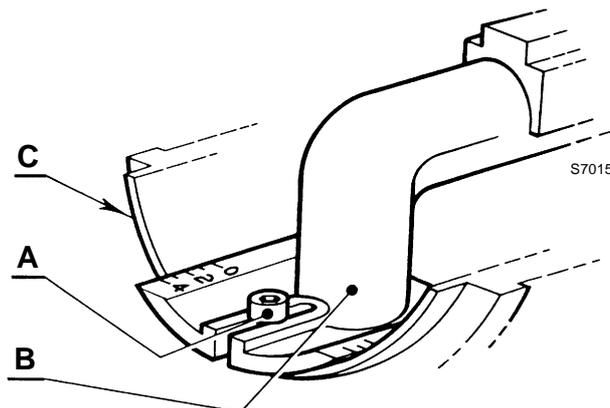

Fig. 12
- allentare la vite A)(Fig. 12), spostare il gomito B) in modo che il piano posteriore del manicotto C) coincida con la tacca desiderata;